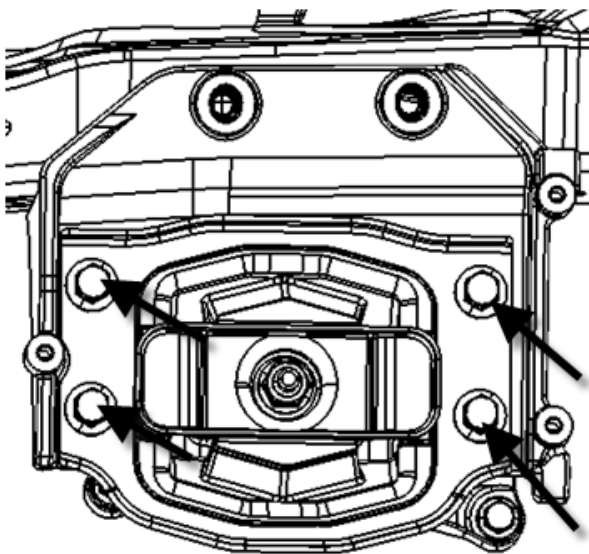

图 11
2.7.4 拆下动力总成左悬置橡胶支座与动力总成左悬置车身支架连接的 4 个螺栓（如下图 11 所示），即可取下动力总成左悬置橡胶支座。
2.8.2 将动力总成左悬置橡胶支座与动力总成左悬置车身支架通过 4 个螺栓连接并打紧（如图 11 所示）
2.9.2 将动力总成左悬置橡胶支座与动力总成左悬置车身支架连接的 4 个螺栓打紧力矩为 85 N.m（如图 11 所示）。
2.9.6 将左悬置变速箱支架与动力总成左悬置橡胶支座连接的 1 个螺母打紧力矩为 125 N.m（如图 11 所示）